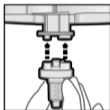

Fig. 2:
3. Coloque uma das pontas misturadoras Dynamix sobre os orifícios de saída do cartucho. (Fig. 2)